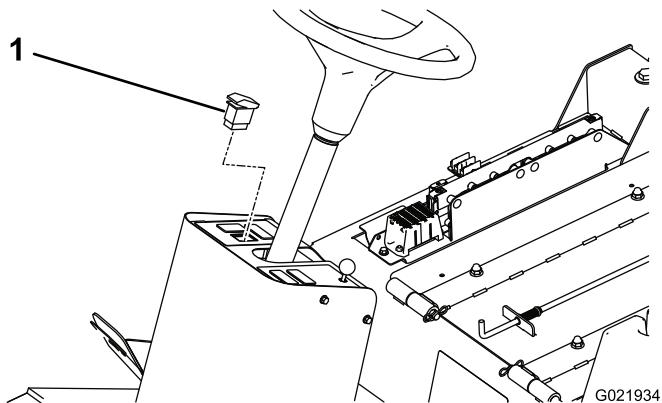

Figure 3
- Insérez l'interrupteur de gyrophare dans le trou sur le panneau de commande de la tour de direction (Figure 3). L'interrupteur des clignotants est un interrupteur à trois positions.